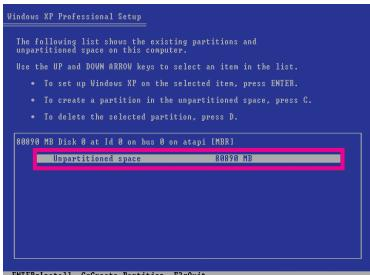
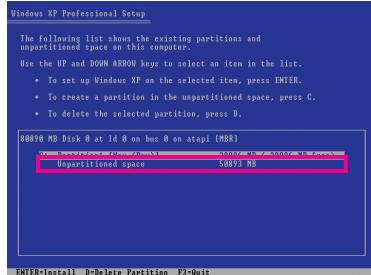

図 1
図 2
2. ハードドライブを分割しているとき(図 1)、Xpress Recovery2 用に割り当てられていないスペースを残しておいてください(10 GB 以上を推奨します。実際のサイズ要件は、データ量によって異なります)(図 2)。